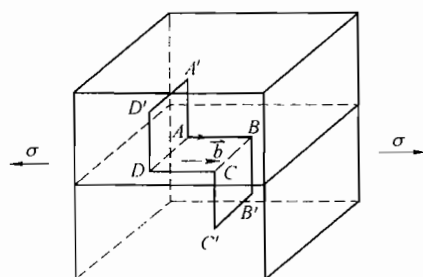

图 26-6 第三题第 2 小题解答图
(3) 在足够大的拉应力 σ 作用下， BC 段位错将向下运动， DA 段位错向上运动；由于螺位错不能攀移，因此 AB 、 CD 两段位错不发生运动。如图 26-6 所示。